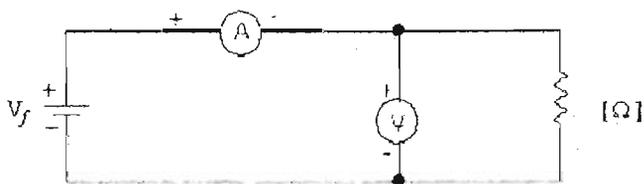

Figura 3.16.
g) Arme el dispositivo de la figura. 3.16